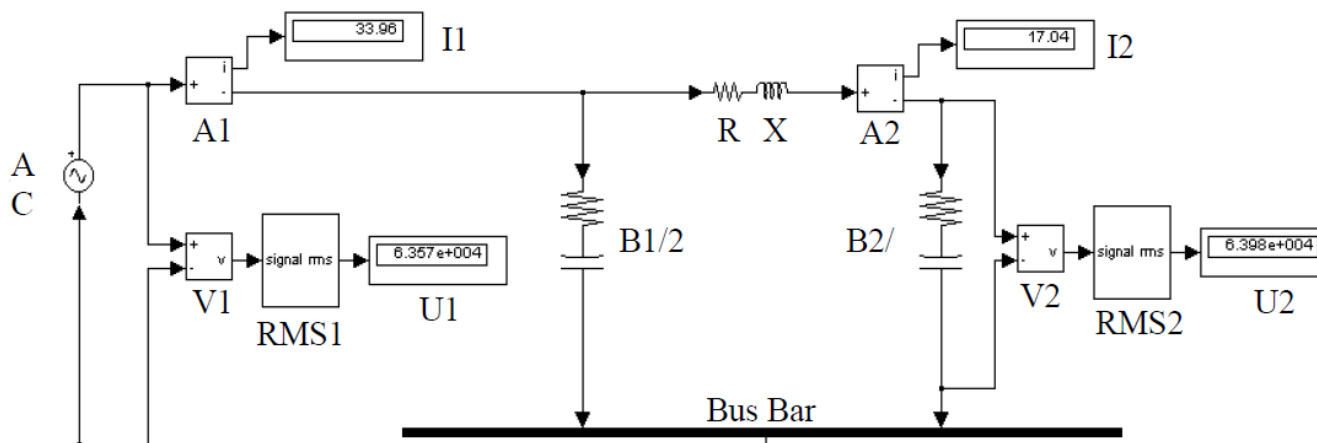

Рис. 1.4. Имитационная модель ЛЭП на холостом ходу в Simulink
Поместив в рабочее окно **Simulink** необходимые элементы из библиотеки и выполнив их последующее соединение и настройку, получим имитационную модель (рис. 1.4).
4) В соответствии с вариантом, выданным преподавателем, выберите необходимые параметры из табл. 1.1, рассчитайте полные значения сопротивления и проводимости линии, задайте параметры добавленных в модель элементов и создайте соединение между ними. Для этого соедините между собой входы и выходы соответствующих блоков, как показано на рис. 1.4.